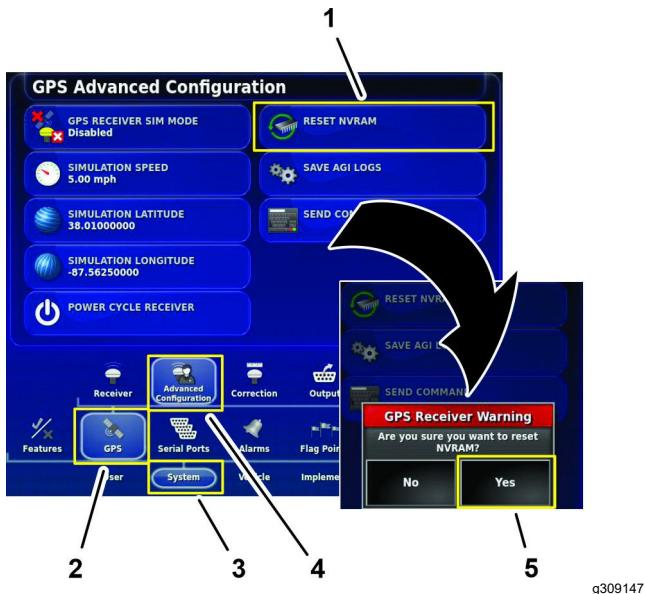

Рисунок 213
- На экране настройки нажмите значок SYSTEM (СИСТЕМА), значок GPS и значок ADVANCED CONFIGURATION (РАСШИРЕННАЯ НАСТРОЙКА КОНФИГУРАЦИИ) (Рисунок 213).
- На экране расширенной настройки конфигурации GPS нажмите значок RESET NVRAM (СБРОС ЭНЕРГОНЕЗАВИСИМОЙ ОПЕРАТИВНОЙ ПАМЯТИ) (Рисунок 213).
- В диалоговом окне с предупреждением о приеме сигнала GPS нажмите на значок YES (ДА) (Рисунок 213).